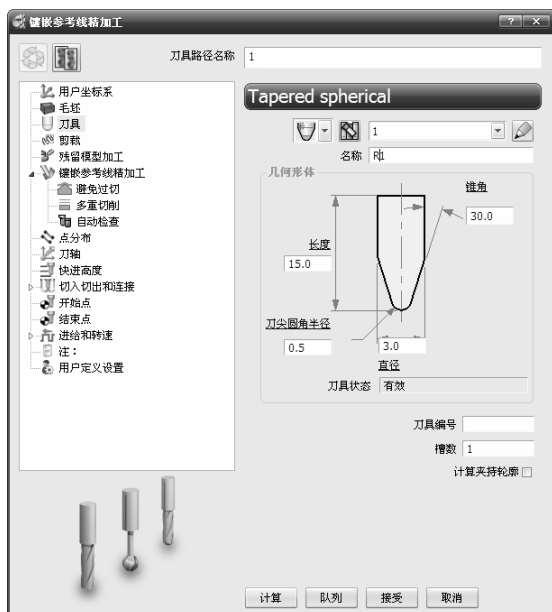

图 2-212 “镶嵌参考线精加工”对话框
7) 单击主工具栏上的“刀具路径策略”按钮, 弹出“策略选取器”对话框, 单击“精加工”选项卡, 选中“镶嵌参考线精加工”选项, 单击“接受”按钮, 弹出“镶嵌参考线精加工”对话框, 如图 2-212 所示。
- 创建刀具 D0.5。单击左侧列表框中的“刀具”选项, 在右侧选项卡中选择“锥度球铣刀”, 设置相关参数, 如图 2-212 所示。